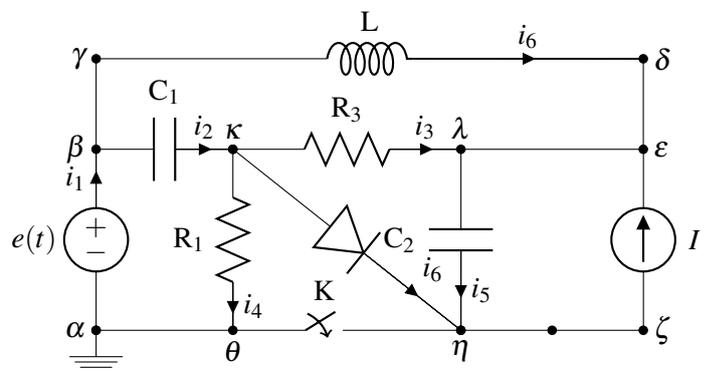

Figure 10: Circuit électrique
Un circuit électrique est un ensemble de conducteurs (fils) et composants électriques passifs et actifs (dipôle, triples, ... etc.) ou électroniques (appareils électroniques) soumis à une d.d.p et parcouru par un courant. Un circuit en dérivation comporte toujours des nœuds et des branches. Considérons le circuit présenté sur la figure 10 :
- Les branches principales qui contiennent les dipôles générateurs du circuit électrique, par exemple sur le circuit de la figure 10, nous avons deux branches principales :  $\alpha - \beta$  et  $\zeta - \epsilon$ .
- Les branches dérivées (ou secondaires) qui ne contiennent que les dipôles récepteurs, par exemple sur le circuit de la figure 10, nous avons les branches qui contiennent des dipôles électriques :  $\gamma - \delta, \beta - \kappa, \kappa - \eta,$
**Une maille** est ensemble de branches formant une boucle fermée en ne passant pas deux fois par le même nœud, par exemple sur le circuit de la figure 10, nous avons les mailles :  $[\alpha - \beta - \kappa - \theta - \alpha]$ ,  $[\beta - \gamma - \delta - \varepsilon - \lambda - \kappa - \beta]$ ,  $[\kappa - \lambda - \eta - \theta - \kappa]$ ,  $[\lambda - \varepsilon - \zeta - \eta - \lambda]$ ,  $[\kappa - \eta - \theta - \kappa]$ ,  $[\kappa - \eta - \lambda - \kappa]$ ,  $[\beta - \kappa - \eta - \theta - \alpha - \beta]$ ,  $[\beta - \kappa - \lambda - \eta - \theta - \alpha - \beta]$ ,  $[\beta - \kappa - \lambda - \varepsilon - \zeta - \eta - \theta - \alpha - \beta]$ ,  $[\alpha - \beta - \gamma - \delta - \varepsilon - \zeta - \eta - \theta - \alpha]$ ,  $[\kappa - \lambda - \varepsilon - \zeta - \eta - \kappa]$ ,  $[\alpha - \beta - \gamma - \delta - \varepsilon - \lambda - \eta - \kappa - \theta - \alpha]$ , ou  $[\alpha - \beta - \gamma - \delta - \varepsilon - \zeta - \eta - \lambda - \kappa - \theta - \alpha]$ ,  $\dots$ , etc.